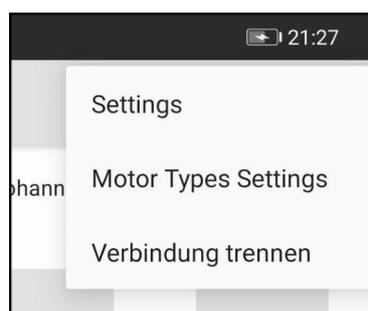

Abbildung 17: Menü Hauptbildschirm
1. Menü **(4)** (siehe Abbildung 17)